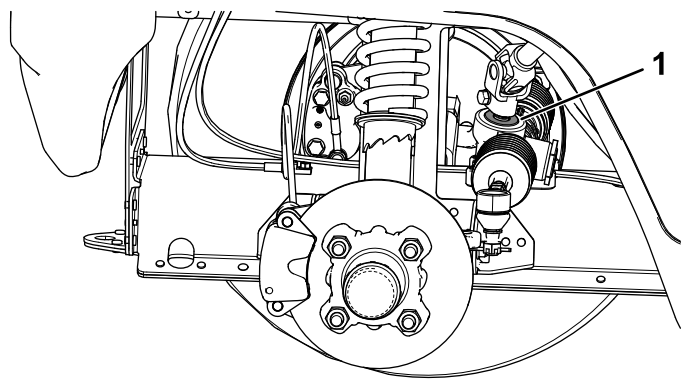

図 52
**重要**ピニオンシャフトのシールの状態と磨耗程度を点検する 図 52。